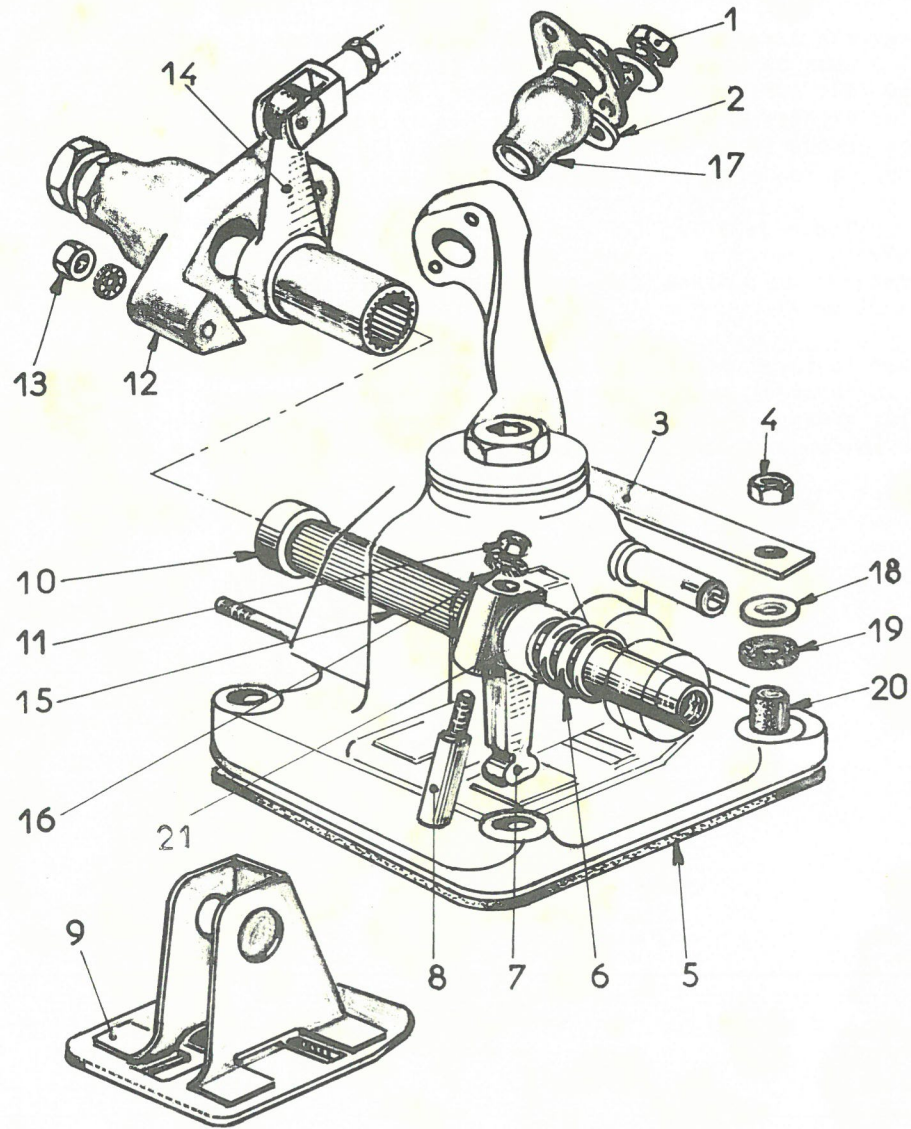

Fig. 11
- DEPOSE et POSE du COUVERCLE SUPERIEUR ou REMPLACEMENT du JOINT - (Fig. 11 et 12). (sans désaccouplement des Cdes)
- 2) Défreiner les deux freins doubles (3), déposer les quatre écrous (4), dégager l'ensemble support de contacteur de phare de recul. Déposer les quatre rondelles plates (18) et les rondelles isolatrices (19). Dégager le couvercle et les entretoises (20).
Mise en pièces (à l'établi) Fig. 11.
Remontage (à l'établi) Fig. 11 et 12.